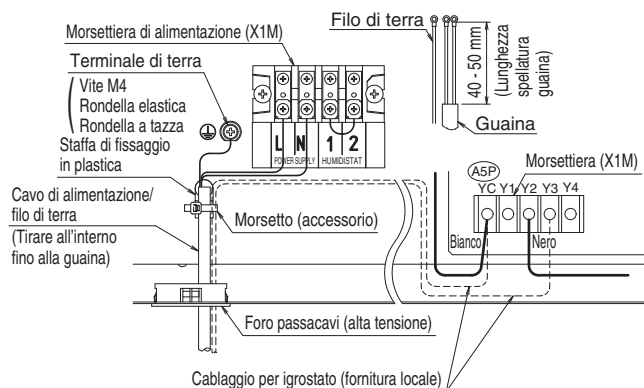

Fig. 17
- Tirare il cablaggio di alimentazione insieme al filo di terra attraverso il foro passacavi (alta tensione) nella scatola di controllo. Collegare i fili di alimentazione alla morsettiera di alimentazione (X1M) [L, N] e il filo di terra al terminale di terra, quindi fissarli saldamente utilizzando le fascette (accessorio). **(Fare riferimento alla Fig. 17)**
- (1) Instradarlo nella scatola di controllo attraverso il foro passacavi (per fili ad alta tensione) insieme al cablaggio di alimentazione.
- (2) Collegare il cablaggio dell'igrostat (fornitura locale) alla morsettiera (X1M) [YC, Y3] della scheda a circuiti stampati (A5P). Collegare il terminale YC insieme al cavo bianco esistente. Disporre i terminali a crimpare schiena contro schiena come descritto in <Precauzioni per il cablaggio>.
- (3) Fissare insieme al cablaggio di alimentazione utilizzando le fascette. **(Fare riferimento alla Fig. 17)**